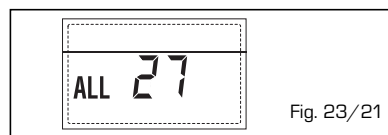

Fig. 23/21
- **ANOMALIA COERENZA INGRESSO (S3) SOLO PER IMPIANTO 7 "ALL 28"** (fig. 23/22).